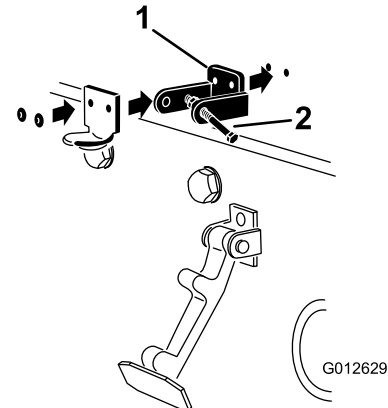

Figure 7
4. Alignez les trous de montage et positionnez le support de verrouillage et le support du loquet sur le capot (Figure 7).
6. Rivetez les supports et les rondelles sur le capot (Figure 7).